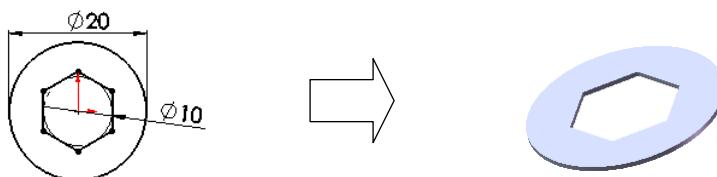

图 10.2.8 用“多重封闭环横断面草图”创建基体-法兰
下面以图 10.2.8 所示的模型为例，说明用“多重封闭环横断面草图”创建基体-法兰的一般操作过程。
Step3. 定义特征的横断面草图。选取前视基准面作为草图基准面，绘制图 10.2.8 所示的横断面草图。
(1) 定义钣金参数。在 **钣金参数(S)** 区域的 **厚度(T)** 下拉列表中输入厚度值 0.50。
(2) 定义钣金折弯系数。在 **折弯系数(K)** 区域的文本框中选择 **K 因子** 选项，在 **K 因子**